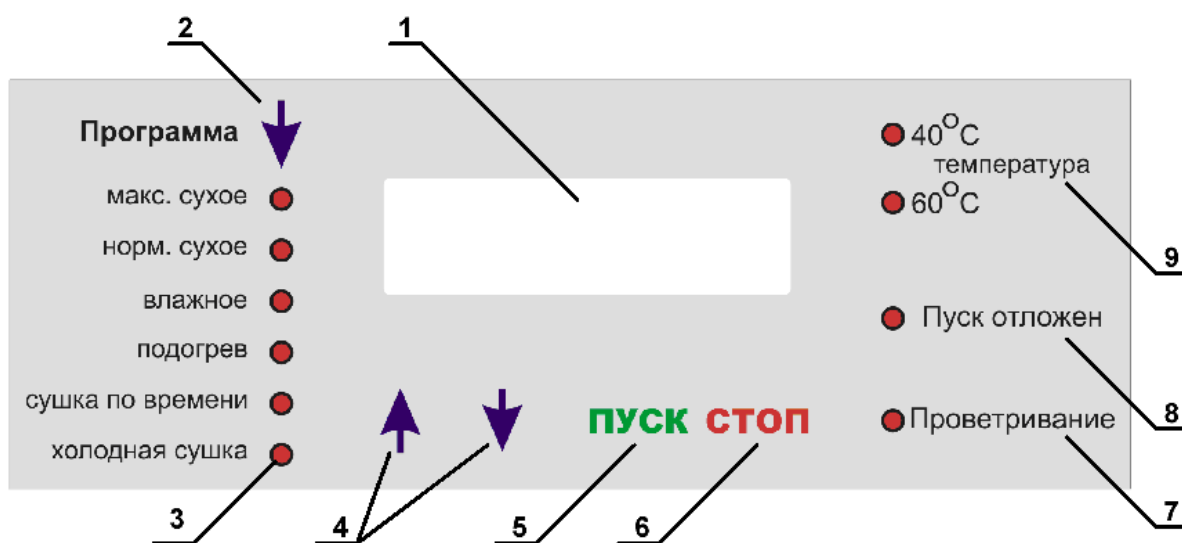

Рис. 2 Панель управления.
5.1. На рис.2 представлена панель управления шкафом с органами управления.